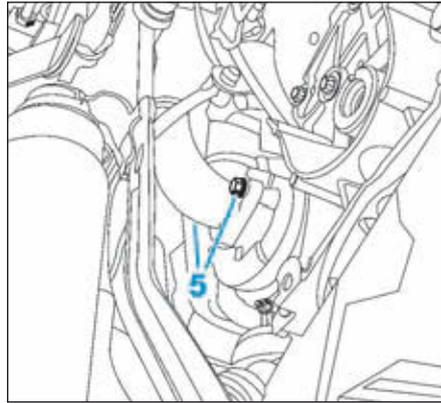

FIG.59
- Déposer les vis (5) du tuyau d'air en entrée du turbocompresseur (Fig.59).